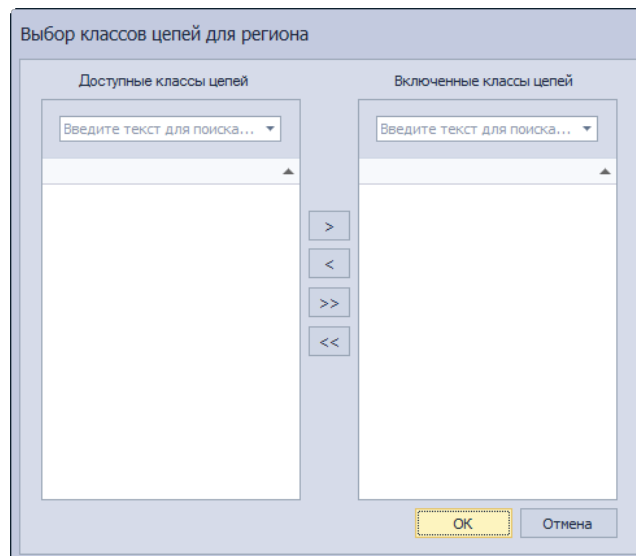

Рис. 127 Выбор классов цепей для региона
3. Выбрать нужные классы цепей в правой части окна «Выбор классов цепей для региона» и нажать кнопку  чтобы назначить их для выбранного региона, см. Рис. 127.